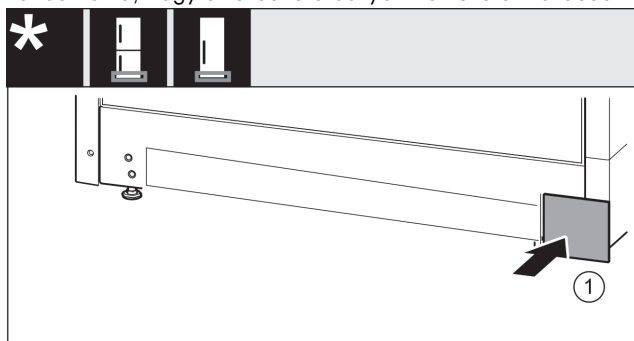

Fig. 19
- ▶ Tegye vissza a fedelet Fig. 19 (1) a másik oldalra.